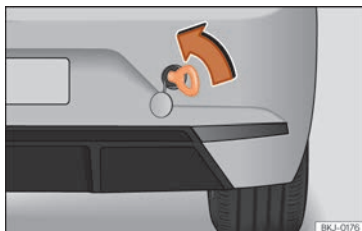

Fig. 48 Parte direita do para-choques traseiro: argola de reboque enroscada.
- Enrosque a argola de reboque no alojamento girando-a ao máximo **no sentido contrário ao dos ponteiros do relógio** » **Fig. 48** » ❶. Utilize um objeto adequado com o qual possa enroscar completa e firmemente a argola de reboque no seu alojamento.
❶ CUIDADO